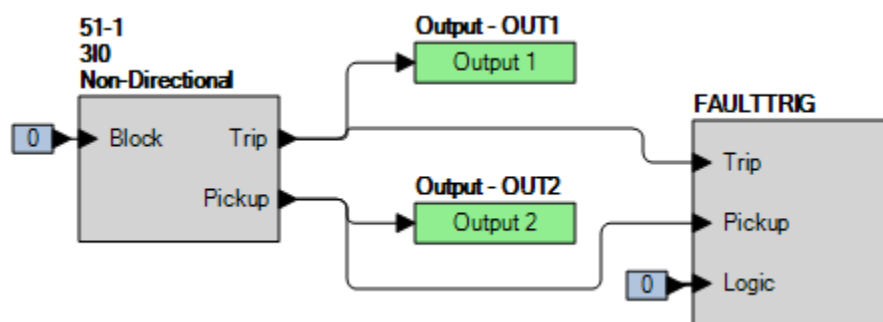

Figure 74-2. Paramètres BESTLogicPlus (mode 310)
Étape 2 : Utilisez BESTCOMSP*lus* pour configurer la Logique programmable BESTLogicP*lus* illustrée dans la Figure 74-2.
Étape 4 : Préparez la surveillance de l'exécution de la fonction 51-1. Cette exécution peut être vérifiée en surveillant la sortie OUT2 (voir Figure 74-2).